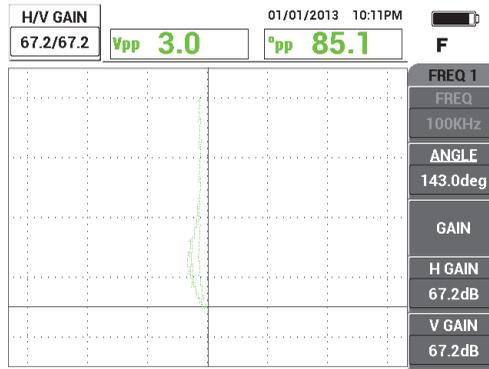

Figura 5-35 Ajuste de la ganancia vertical
5. Pulse una sola vez la tecla GAIN (**dB**) y ajuste los valores de ganancia vertical y horizontal (**H/V GAIN**) hasta que la señal alcance cerca del 90 % de la altura de la pantalla. Vea la Figura 5-35 en la página 165.